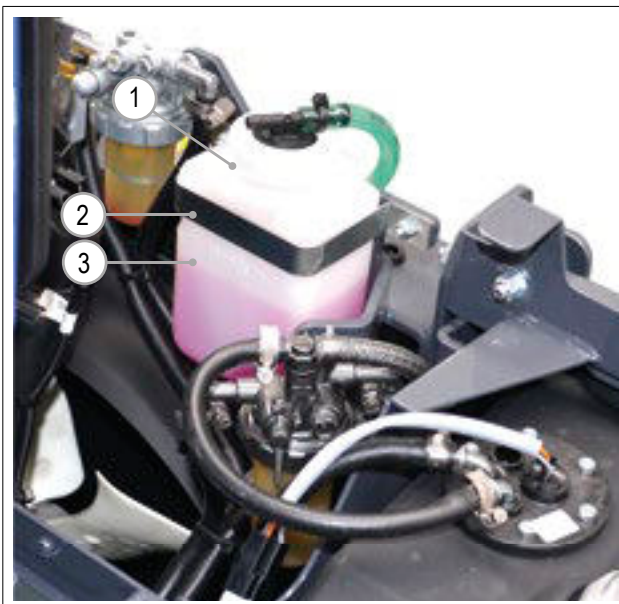

FIG. 51
- 4) Standen på den kolde motors kølervæske i overløbstanken (FIG. 51 - Ref. 1) bør være mellem de to slanger (FIG. 51 - Ref. 2 og Ref. 3).